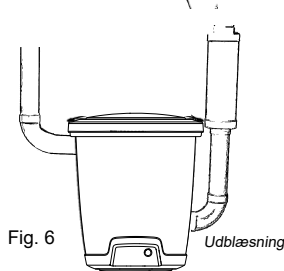

Fig. 6
5. Sæt udstansningsproppen på det udtag, som støvsugerrørets sokkel før sad i. Brug de fire skrue til at holde den på plads. Udblæsningsrøret skal sættes godt fast til væggen for at sikre, at den ikke løsriver sig fra soklen. Husk, at du skal kunne dreje det bøjede rør i forskellige retninger for at sikre en passende røranlægsplan. Forbind derefter udblæsningsrøret og lyddæmperen, Fig 6. Monter centralstøvsugeren, så udblæsningsrøret bliver så kort som muligt, maks. 5 meter. Tag omgivelserne med i betragtning, når du placerer udblæsningen. Derfor bør der altid monteres en lyddæmper.